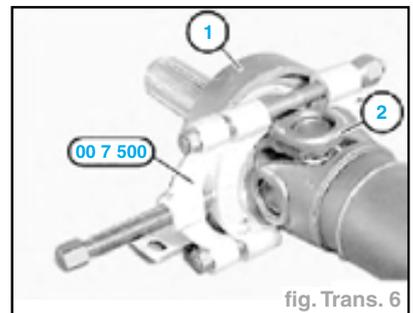

fig. Trans. 6
- Mettre en place l'outil 00 7 500 entre le palier central (1) et le cardan (2) (fig. Trans. 6).